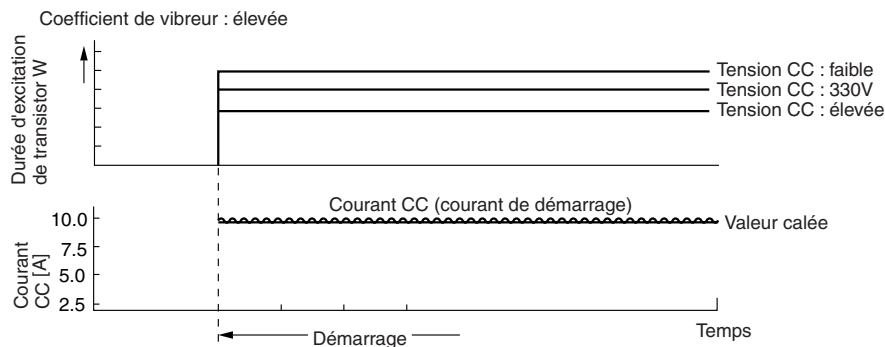

Fig. 8-7
(2) Comme indiqué sur Fig. 8-7, la durée d'excitation du transistor W+ change en fonction du niveau tension CC pour que le courant de démarrage soit égal à environ 10 A.